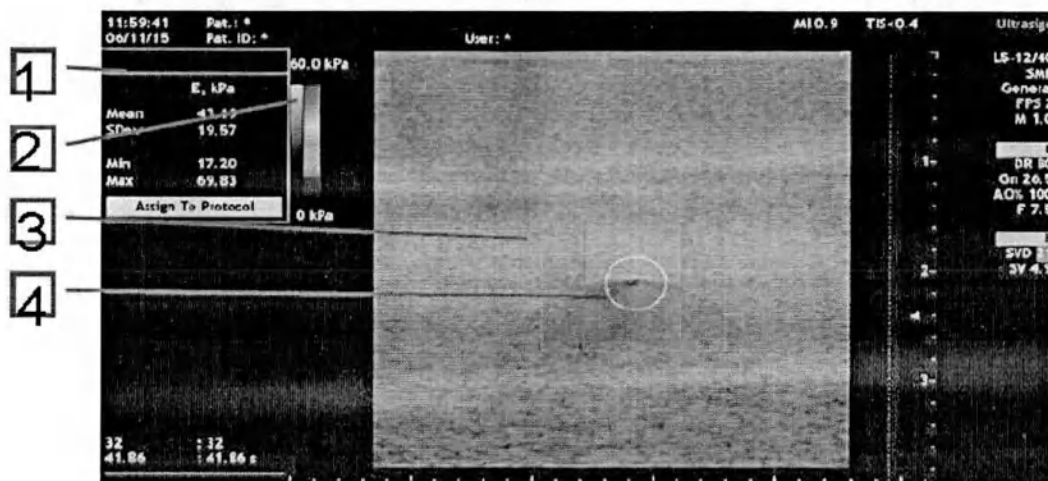

Рисунок 3.12
4) Затем нажмите и прокрутите энкодер «A1» («Измерение»), и с помощью манипулятора «шар» установите левый вертикальный маркер желтого цвета перед первым минимумом выбранного сердечного цикла и зафиксируйте, нажав кнопку «Установить». Затем с помощью манипулятора «шар» установите правый вертикальный маркер красного цвета строго на второй минимум выбранного сердечного цикла и зафиксируйте, нажав кнопку «Установить» (см. рисунок 3.12). Произойдет автоматический расчет параметров.